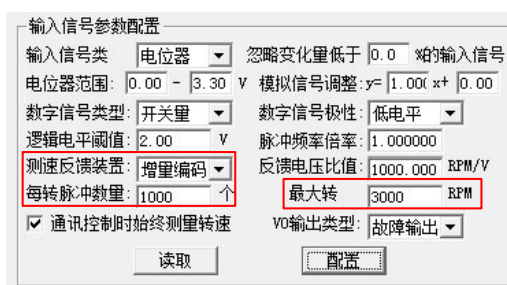

图 4.140 伺服电机相关参数
- 5) 配置好电机相关参数。在“输入参数配置”分组框下的“测速反馈装置”下拉框中选择“增量编码器”，并配置每转脉冲数（编码器线数）和电机额定转速，然后单击“配置”按钮保存设置，如图 4.140 所示。